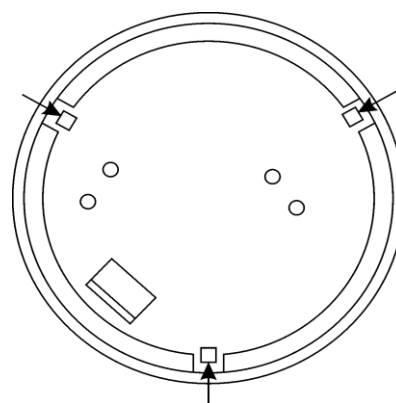

Рис.3
- надавить на защелки в направлении указанном стрелками на рис. 3 и снять верхнюю крышку оптической системы;